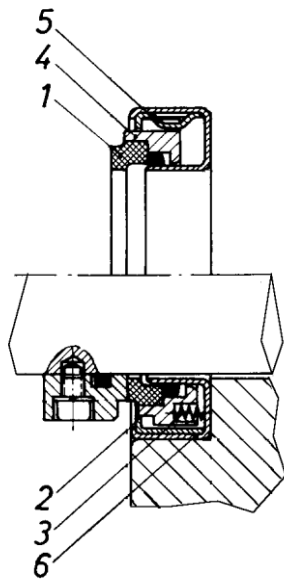

Abb. 1
Ziffern in Klammern, z. B. (2) in nachfolgenden Beschreibungen entsprechen der jeweiligen Pos.-Nr. in der Abb. 1. Die Positionsnummern können von denen in der zugehörigen Zusammenstellungs-Zeichnung abweichen.